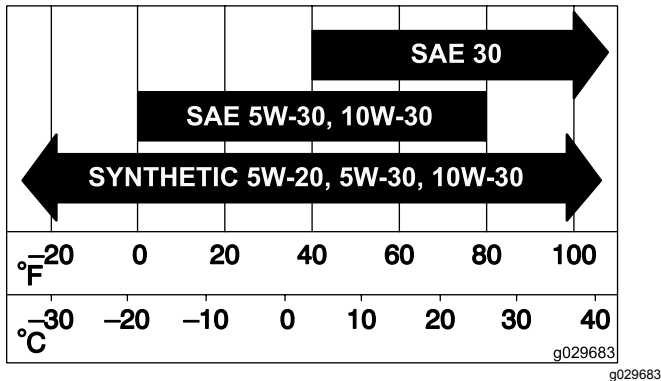

Figura 34
3. Abra los cierres del limpiador de aire y tire de la tapa de la entrada de aire para separarla del cuerpo del limpiador de aire (Figura 34).
5. Extraiga con cuidado el filtro del cuerpo del limpiador de aire (Figura 34).
2. Introduzca el filtro con cuidado en la carcasa del limpiador de aire (Figura 34).
3. Instale la tapa del limpiador de aire y fije los cierres (Figura 34).